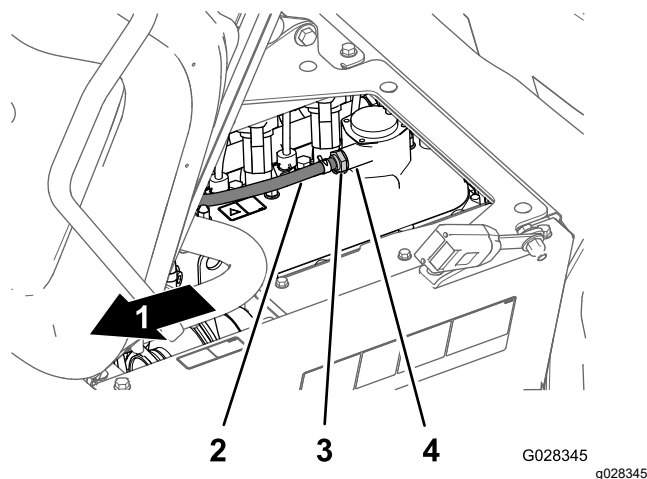

Figure 115
2. Déposez le clapet PCV du raccord sur le couvre-culasse (Figure 115).
Remarque: Si l'ajutage interne du clapet PCV cliquette, alors le clapet est réparable ; dans le cas contraire, remplacez le clapet (Figure 115).
4. Insérez le clapet PCV jusqu'à ce qu'il soit complètement engagé dans le joint du raccord du couvre-culasse (Figure 115).